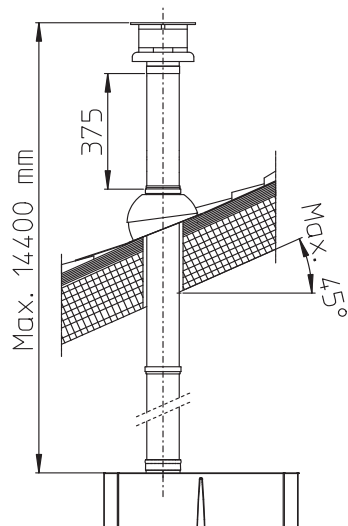

Fig. 1-20
Kit verticale con tegola in alluminio Ø 80/125. Montaggio kit (Fig. 1-20): per l'installazione del kit Ø 80/125 occorre utilizzare il kit adattatore flangiato per poter installare il sistema fumario Ø 80/125. Installare l'adattatore flangiato (2) sul foro più interno della caldaia interponendo la